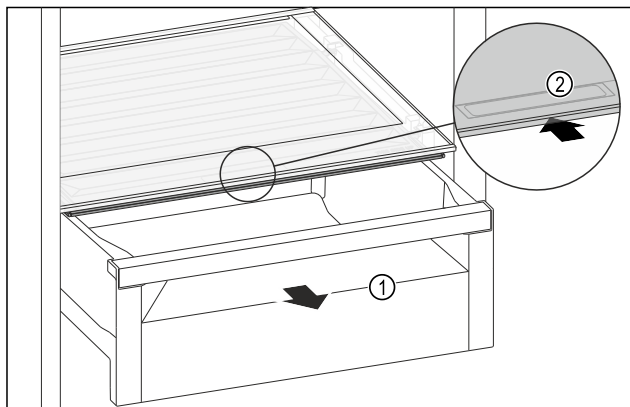

Fig. 207
- Træk skuffen Fig. 207 (1) ud.
- Tag fat i grebsforsænkningen Fig. 207 (2) i bokslåget, og skub samtidigt bokslåget tilbage.